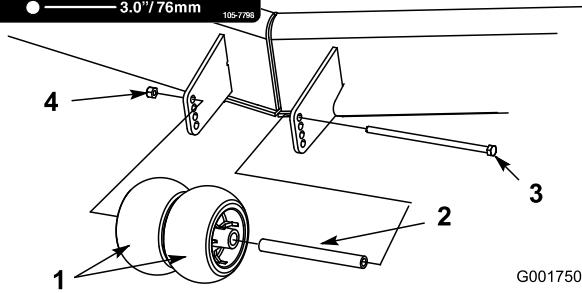

Figure 22
- Lorsque la hauteur de coupe est réglée, enlevez l'écrou à embase, la bague et le boulon (Figure 22).
4. Choisissez le trou qui convient pour que les galets centraux se trouvent le plus près possible de la hauteur de coupe correspondante voulue (Figure 22).
5. Posez les galets centraux, la bague, l'entretoise, le boulon et l'écrou (Figure 22).